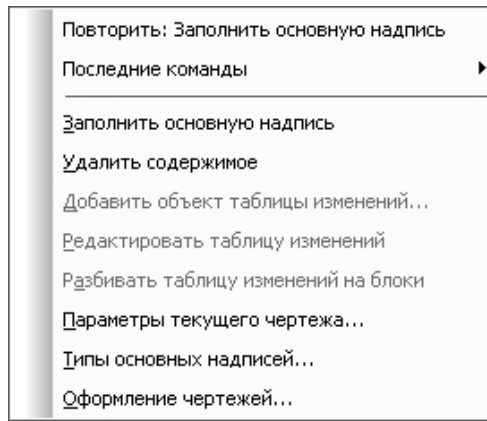

Рис. 5.33. Контекстное меню основной надписи
- щелкните правой кнопкой мыши на надписи. Появится контекстное меню (рис. 5.33);